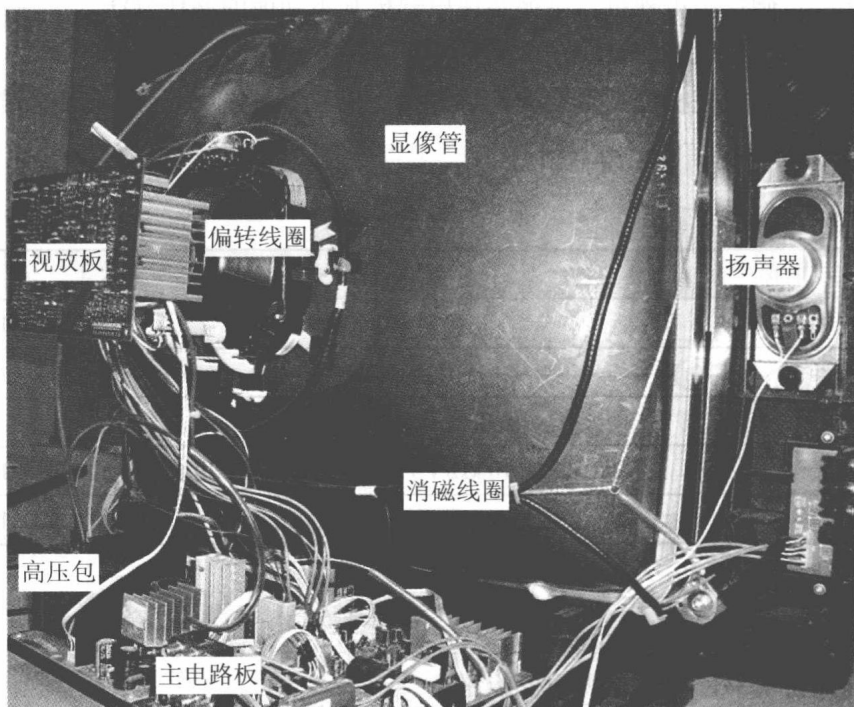

图 1-11 彩电整机实物图
- (1) 对照说明书，熟悉电视面板旋钮。
- (2) 将电视信号（由 VCD、有线电视或其他电视信号发生器产生）送至电视机天线输入端。
- (3) 插上电源线，开机。
- (4) 阅读说明书，通过手动搜索操作将信号图像储存于频道 2 中；观测图像是否稳定、清晰，彩色是否逼真，伴音是否正常；调节音量、亮度、色度和对比度，熟悉各按钮的基本功能，能正常操作电视机。记住电视机正常工作情况下的各种状态。如一切正常则关机，并拔掉电源线。
- (5) 拧掉电视机后盖上的所有螺钉，注意天线输入端与后盖衔接处的螺钉也要松开，然后用双手握住后盖向后轻轻使力，直至打开后盖。注意：① 打开后盖前应清除电视机底板上的杂物，避免通电时引起底板短路；② 卸除后盖时，后盖不能碰击显像管颈部；③ 卸除后盖后，电视机要搁置稳定，显像管颈部应朝向隐蔽处，以避免受到碰击；④ 拆卸底板时，要注意电视机的整机结构；⑤ 非经允许，不准调整底板及视放电路板上的开关和电位器，以免影响电视机整机性能；⑥ 电视机内部许多地方带有高压电，通电测试或维护时，不要随意用手触摸，以免触电；⑦ 如电视机整个底板均带电，开机检测时应采用 1：1 的电源隔离变压器。
(6) 将后盖、螺丝放置于合适的地点,开始观测主要部件,如显像管、偏转系统,注意显像管及偏转系统的结构特点及与之相连的其他附件的外形。仔细观察电路主板,找到行输出变压器、高频调谐器、开关变压器等主要部件,同时熟悉其他电路板与其他器件。彩电整机实物图如图 1-11 所示。